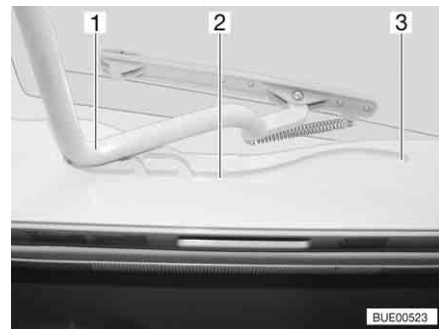

Bild 63 Heki-Dachhaube, Führung
- Den Bügel (Bild 63,1) in den Führungen (Bild 63,2) bis in die hinterste Position (Bild 63,3) ziehen.
- Den Bügel (Bild 63,1) mit beiden Händen leicht nach oben drücken.
- Den Bügel in den Führungen (Bild 63,2) bis zur gewünschten Stellung ziehen.